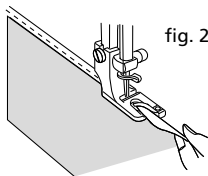

fig. 2
- Seguir cosiendo. Al coser, doblar ligeramente el tejido y mantenerlo en el lado izquierdo. Guiar uniformemente. (fig. 2)